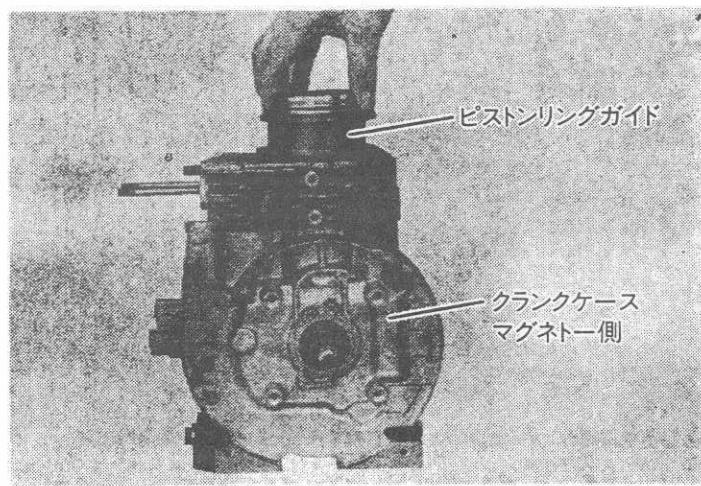

Fig 5-3-5
- (c) コネクティングロッドの組込みはFig 5-3-5のようにピストンリングガイドでおさえ（リングガイドがない場合はピストンリングを指先で押しながら木片等で軽くピストン上部をたたき押し込みます）コネクティングロッドのOマーク又はMAマークをフライホイールマグネット側にして組付けます。